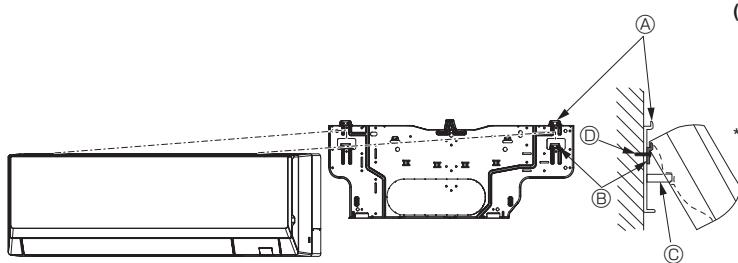

Fig. 3-12
- Si la unidad interior no puede colgarse y levantarse con el gancho normal (las dimensiones de 2.1. ② (el espacio entre el techo y la unidad) son como máximo de 75 mm, 2-61/64 pulgadas), cuelgue la unidad en el gancho inferior para la tubería izquierda. (Fig. 3-12)
(Fig. 3-12)